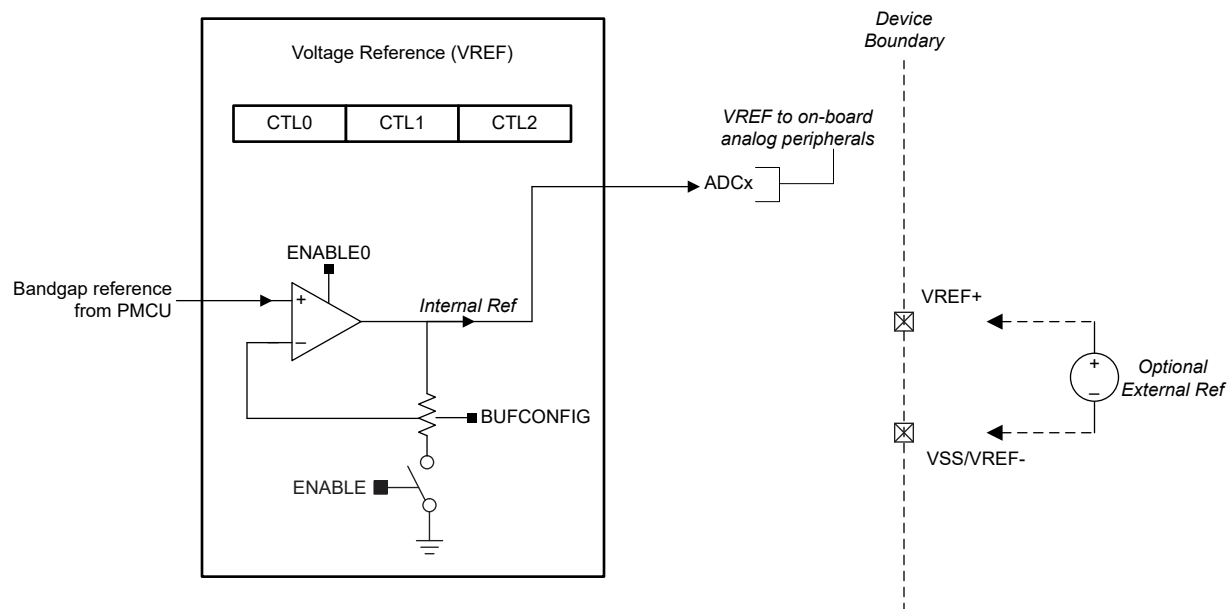

图 9-1. VREF 模块
- 为确保正常运行, 无需使用去耦电容器。有关更多详细信息, 请参阅图 9-1。